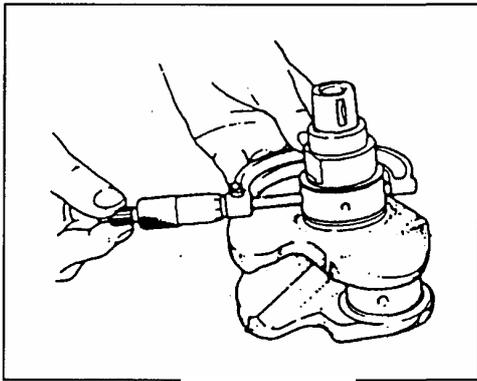

Рис. 166
- 2) Измерьте диаметр отшлифованной шейки при помощи измерительного прибора (Рис. 166). Для проверки овальности, измерения необходимо провести в двух направлениях, перпендикулярно друг другу.